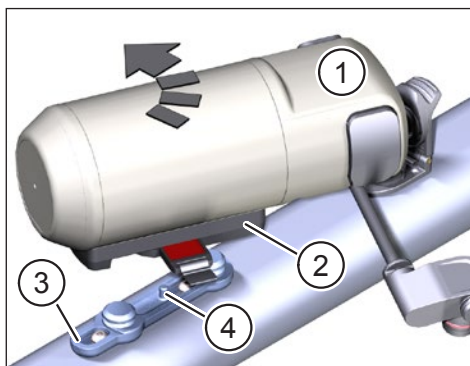

Fig. 4: Pose du Range Extender
- Placez le Range Extender (élément 1 Fig. 4) fixé au FIDLOCK® Force Connector (élément 2 Fig. 4) en biais sur le FIDLOCK® Bike Base (élément 3 Fig. 4) enf. Lors de la mise en place, le mandrin (élément 4 Fig. 4) sur le FIDLOCK® Bike Base doit glisser dans le logement correspondant du FIDLOCK® Force Connector. Les aimants aident à la mise en place et le Range Extender doit s'emboîter automatiquement en émettant un clic audible.